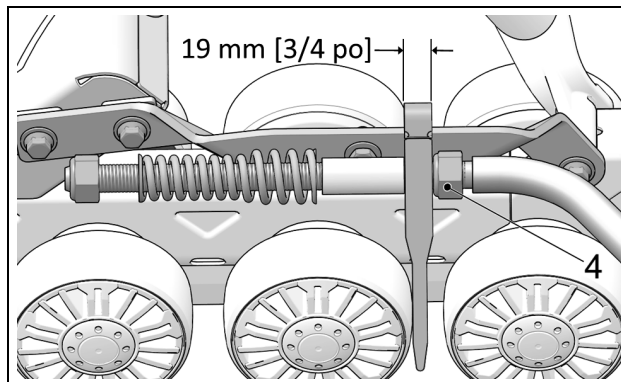

Figure 12
- Régler l'écrou (4) afin de produire une distance de 19 mm entre le guide du bras stabilisateur et l'écrou, comme le montre la Figure 12.